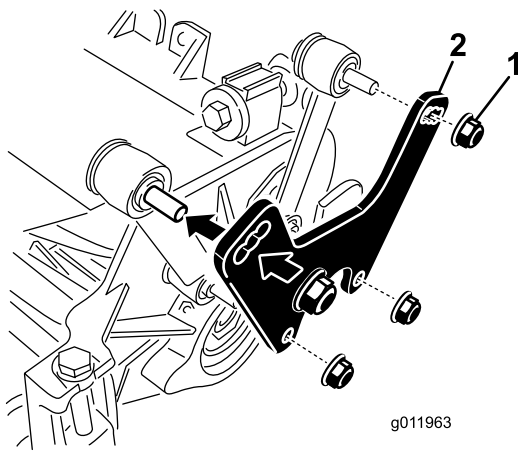

Рисунок 9
1. Снимите гайки и шайбы, крепящие подъемные звенья к боковой пластине режущего блока и несущей раме (Рисунок 9).